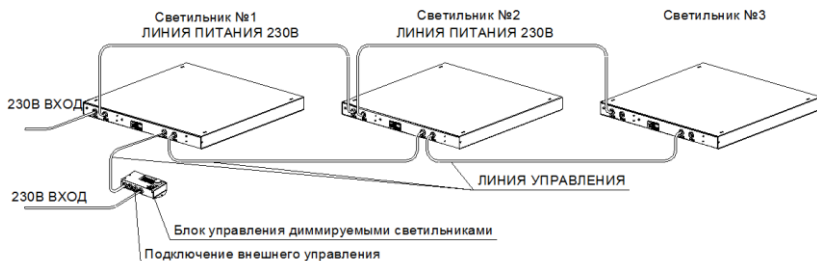

Рисунок 4. Пример подключения 3 светильников в одну линию
6.1. Коммутация светильников в одну линию (рисунок 4). Количество светильников в линии определяется в зависимости от протяжённости линии управления, которая составляет не более 30 метров от БУД до последнего светильника. Рекомендуемое количество светильников в одной линии не более 25 штук.